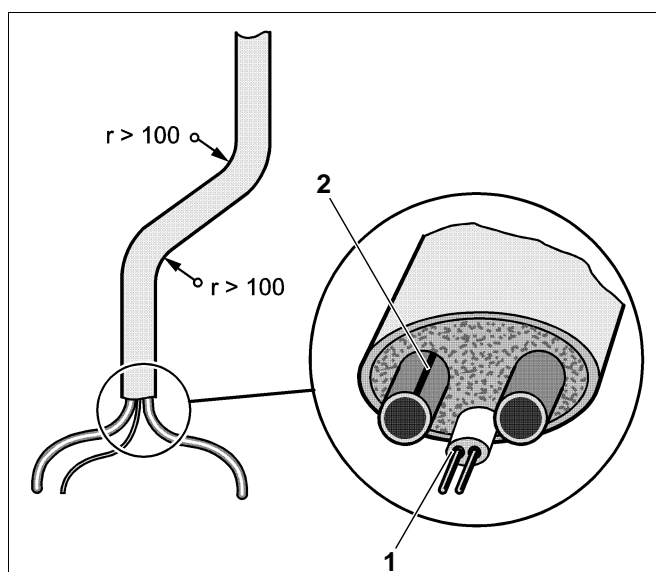

Fig. 5 Doppio tubo Twin-Tube
Il doppio tubo Twin-Tube è predisposto con cavo della sonda integrato (fig. 5, **pos. 1**) e copertura protettiva resistente ad alte temperature ed ai raggi UV.
Per distinguere il tubo di mandata da quello di ritorno è presente un contrassegno (fig. 5, **pos. 2**).